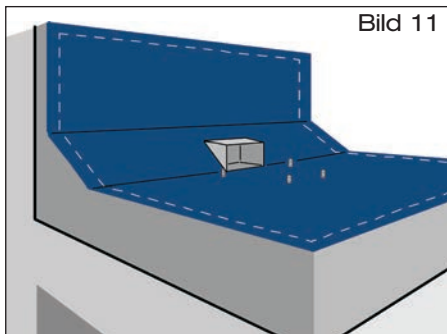

Bild 11
- 2.5 Zweite Lage der Dachdichtungsbahn über Ablauf ausrollen. Mit Locheisen Löcher $\varnothing = 8$ mm für die Durchführung der Gewindebolzen in der Dachdichtungsbahn vorsehen. Im Bereich des Attikaablaufes Aussparung für das Ablaufrohr ausführen (Bild 11). Zweite Lage der Dachdichtungsbahn zurückrollen, Anschlussbahn und zweite Lage der Dachdichtungsbahn gemäß Verlegevorschriften des Dachdichtungsbahnherstellers verschweißen. Überstände der Abdichtungslage in den Einlaufbereich sind zu entfernen.